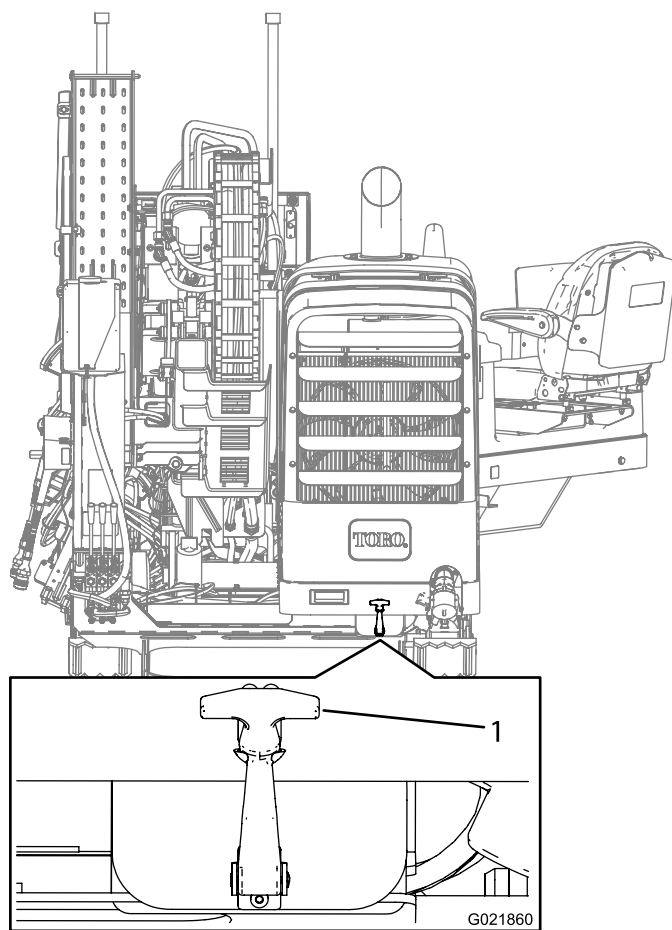

Figure 95
2. Tirez le verrou du capot (Figure 95).